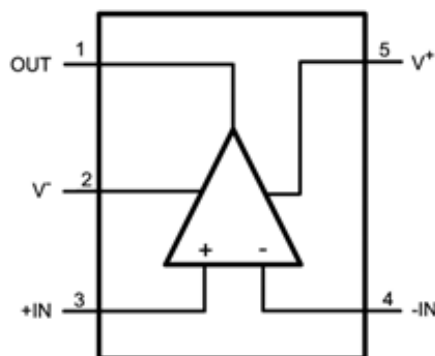

Рис. 6.5. Конфігурація виводів (connection diagrams) мікросхеми LMH6714MF у корпусі SOT-23-5
3. Створити ПМ для мікросхеми **LMH6714MF** в корпусі SOT-23-5. На рис. 6.5 показана конфігурація виводів мікросхеми **LMH6714MF**.
Створіть новий компонент з іменем **LMH6714MF**. Скопіюйте УГП ОП, яке було намальоване для компоненту **AD642**, змінивши водночас нумерацію виводів згідно рис. 6.5. Зауважте, що в корпусі мікросхеми **LMH6714MF** міститься тільки один підсилювач, тому використовуватиметься тільки один елемент, в якому повинні бути встановлені виводи як для додатного живлення, так і від'ємного. Вікно властивостей цього компоненту має бути так само оформлене, як і вікно властивостей **AD642**.